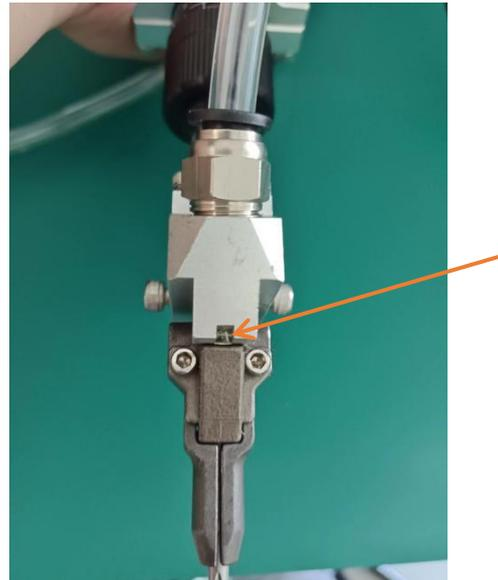

图 2
1. 首先将进气口 1 和进气口 2 的气管按颜色插好，再将进料管插入，插进料管时需要确定气管必须插到底，从缺口处看到气管，说明气管按到底如图 2；